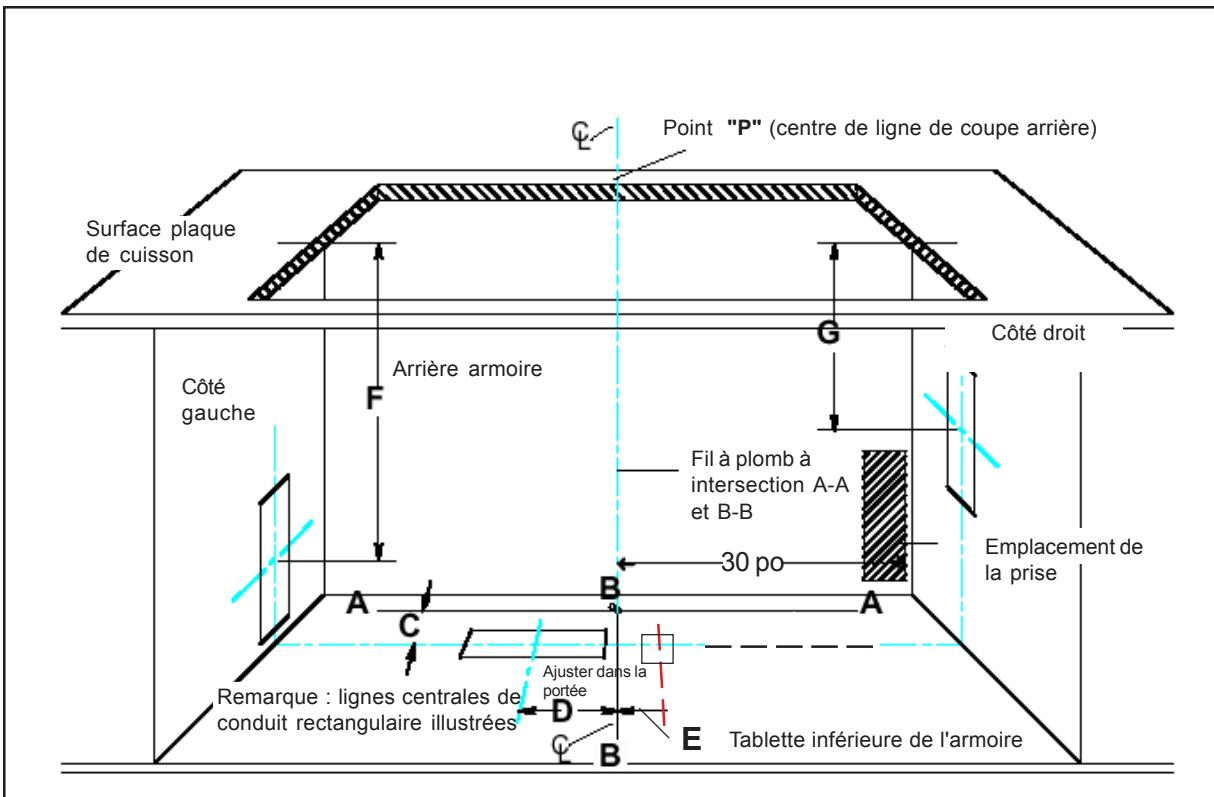

Figure 9 : découpe d'armoire pour conduits
- A. Voir figure 9. Tirer une ligne du point P au centre arrière de la découpe du plan de travail. Marquer ce point au bas de l'armoire en dessous. Établir deux lignes de références par ce point ; un doit être parallèle au devant de l'armoire et directement sous la découpe du plan de travail arrière et l'autre (ligne B-B) doit être à angle droit A-A.
La prise doit être située sous le plan de travail afin que le cordon d'alimentation de 30 po depuis l'évent puisse l'atteindre. Voir figure 9. Le cordon doit être acheminé sour l'appareil et loin de la chaleur générée par la plaque de cuisson. L'accès ne doit pas être obstrué par la soufflerie, armoire, conduit ou services électrique/gaz pour la plaque de cuisson. Toute l'alimentation pour le système d'évent incluant la soufflerie à distance, si utilisée, est fournie par le cordon à l'appareil d'entrée. La sortie peut habituellement être allongée depuis une autre prise de la cuisine ou avoir sa propre prise depuis le panneau de service principal.